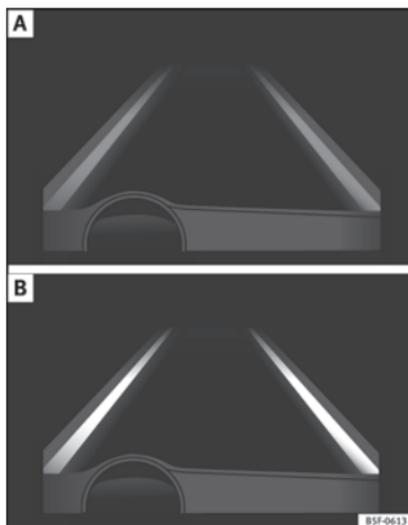

Fig. 162 En la pantalla del cuadro de instrumentos: indicación en la pantalla del sistema de aviso de salida del carril (ejemplo 1).
- El sistema está activado, pero no disponible, bien por no haber alcanzado la velocidad mínima o bien porque no reconoce las líneas de carril »» **fig. 162 A**.
- El sistema está activado y disponible, tiene las dos líneas del carril reconocidas. En este momento no está corrigiendo la trayectoria »» **fig. 162 B**. »»